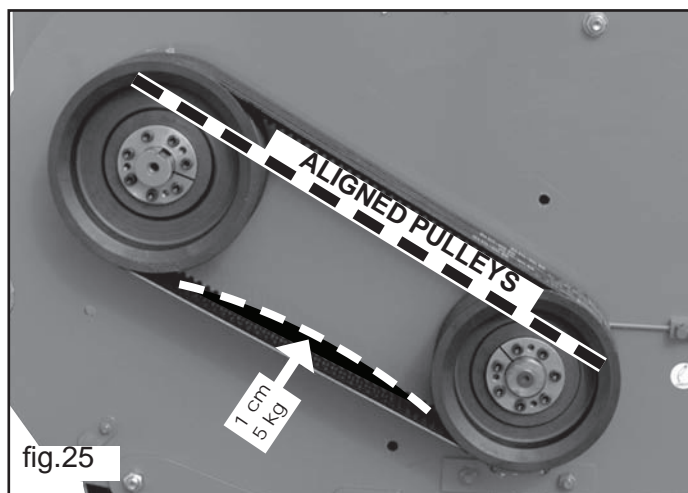

fig.25
- Wenn die Riemen richtig gespannt sind (fig.25), prüfen, daß die Riemenscheiben gut ausgerichtet sind.
Beim Spannen der Antriebsriemen ist besonders auf die Planarität der Riemenscheiben zu achten. Im mittleren Abschnitt zwischen den beiden Riemenscheiben mit einer Kraft von 5 kg auf den Riemen drücken. Der einzelnen Riemen muß sich um 1 cm eindrücken lassen (fig.25).
Es empfiehlt sich daher, einen Metallstab von geeigneter Länge auf die Ränder der beiden Scheiben aufzulegen (siehe Strichlinie fig.25), wobei dieser den Umfang der Scheiben an jeweils zwei Punkten berühren muß.